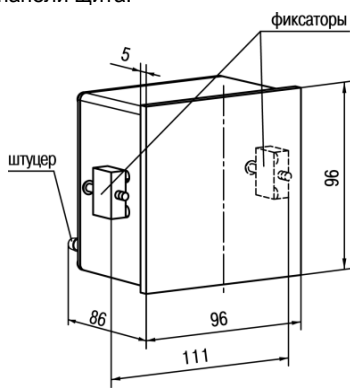

Рисунок 3 – Габаритные размеры преобразователя щитового крепления
3. Вставить преобразователь в специально подготовленное отверстие на лицевой панели щита (см. рисунок 3 и рисунок 4, а).